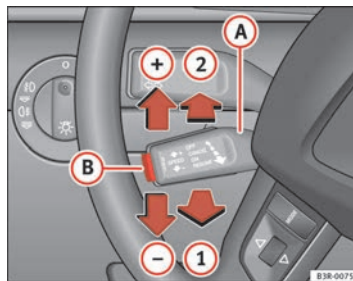

Fig. 151 Comandi dell'impianto di regolazione velocità
- Portare la leva **A** in posizione ⇒ **fig. 151 1** per accendere l'impianto.
- Portare la leva **(A)** verso l'alto in direzione $\Rightarrow$ pag. 188, fig. 151 **(+)**.
- Portare la leva **(A)** verso il basso in direzione $\Rightarrow$ pag. 188, fig. 151 **(-)**.
- Spingendo brevemente la leva **(A)** verso l'alto in direzione $\Rightarrow$ pag. 188, fig. 151 **(+)** la velocità impostata aumenta di 2 km/h.
- Spingendo brevemente la leva **(A)** verso il basso in direzione $\Rightarrow$ pag. 188, fig. 151 **(-)** la velocità impostata si riduce di 2 km/h.
Se al momento del disinserimento temporaneo non era memorizzata nessuna velocità, se ne può impostare una nuova nel modo seguente. Raggiungere la velocità desiderata e premere quindi brevemente il tasto $\Rightarrow$ pag. 188, fig. 151 **(B)** (SET).
- Premere la leva **(A)** $\Rightarrow$ pag. 188, fig. 151 fino a raggiungere la posizione **(2)** (fino allo scatto).